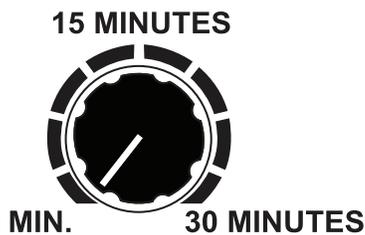

Figure 53. Régulateur de temps
- Réglez ensuite le régulateur de temps sur la valeur souhaitée. L'exemple présenté dans (Figure 53) indique 15 minutes.